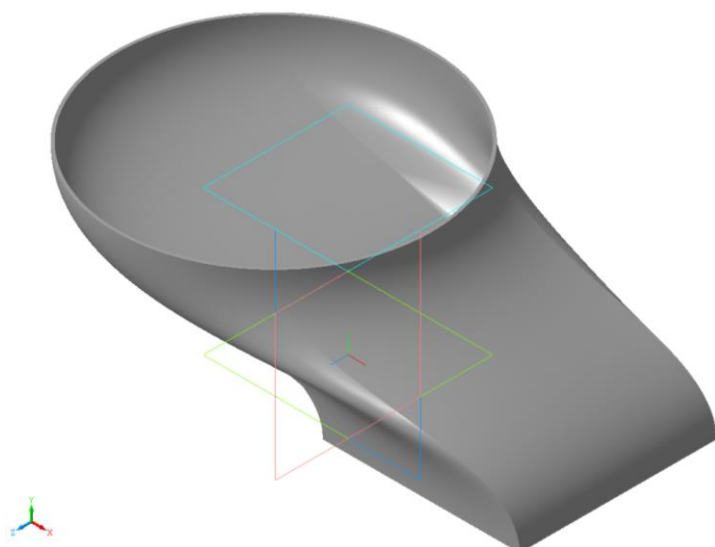

Рис. 5.9. Результат выполнения операции по двум сечениям.
1.23. Сохраните модель (рис. 5.9) в файл под именем *Модель_2_сечения*.